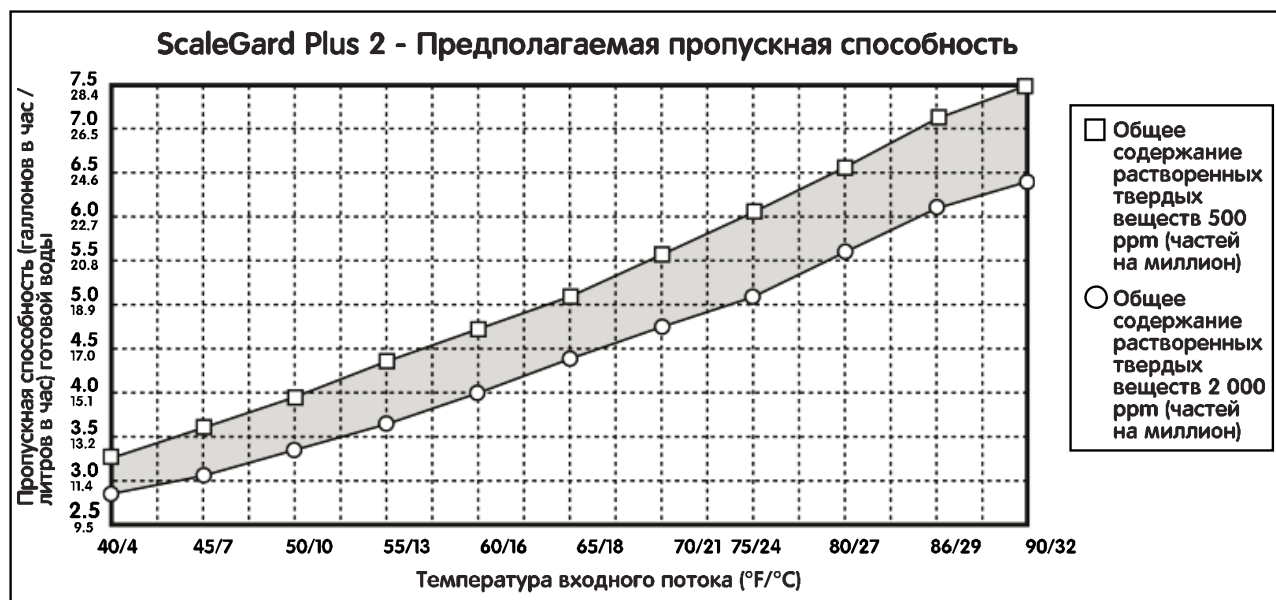

Рис. 1
1. **Подвод питьевой воды при среднем рабочем давлении не менее 483 кПа (70 psi).** Это необходимо для обеспечения ежедневной производительности установки TFS450 величиной 1136 литров/день при давлении 483 кПа (70 psi) и температуре 25 °С (без подмеса). (См. рис. 1). Если среднее давление входной воды меньше указанной величины, рекомендуется установить насосный модуль (номер по каталогу 62296-01).